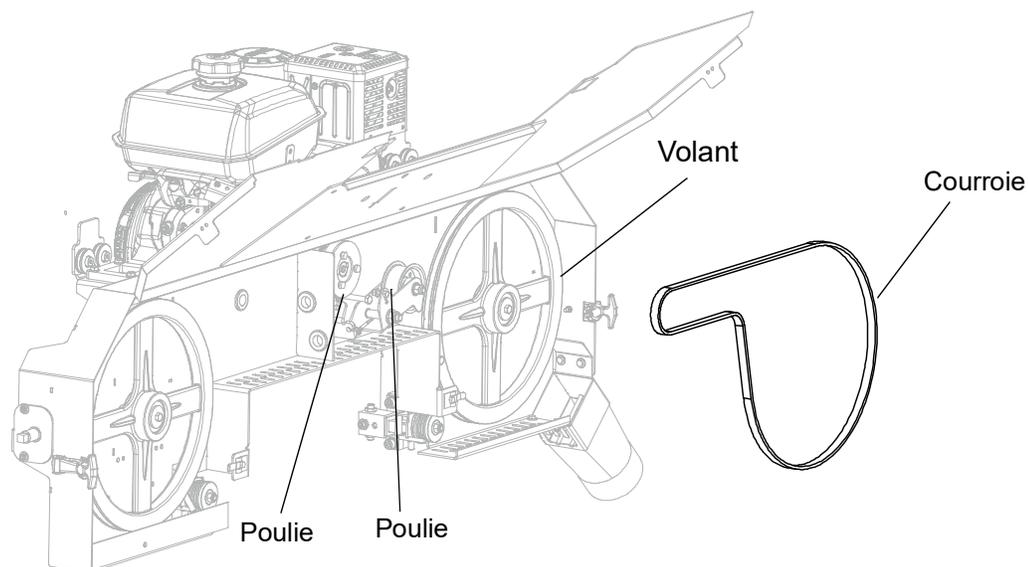

FIG. 3-19
9. Installez la courroie sur le volant et la poulie. Voir Figure 3-19.